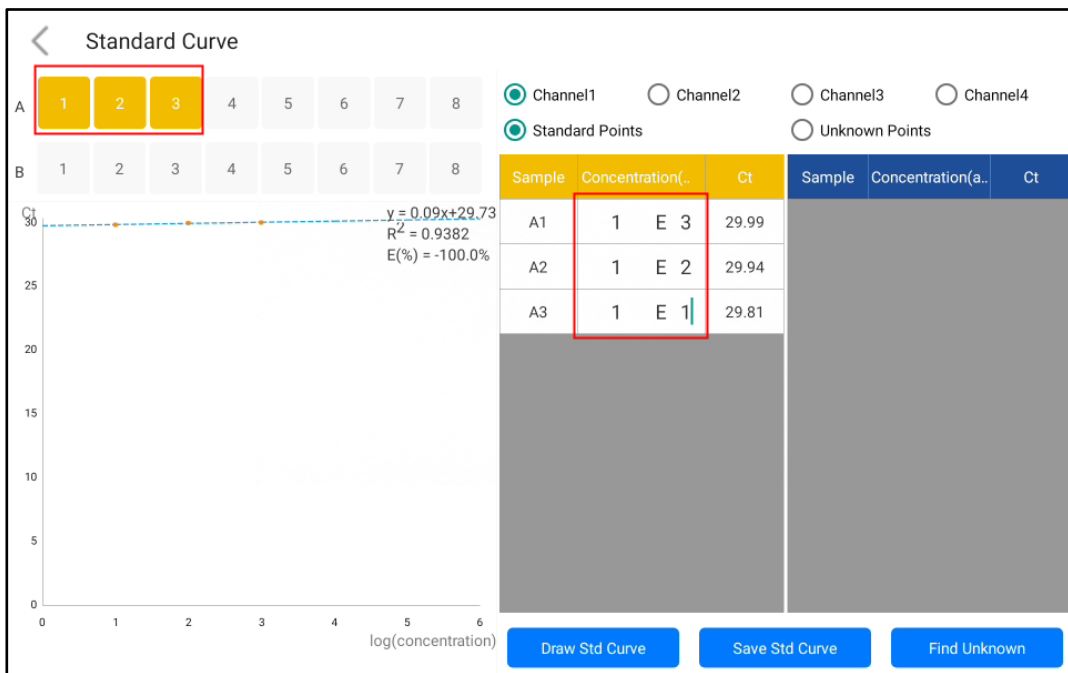

Abbildung 4-5-4 Standardkurven-Oberfläche
- a. Klicken Sie auf die Schaltfläche "Standard Curve" in der Datenoberfläche, um zur Standardkurve-Oberfläche zu gelangen (wie in Abbildung 4-5-4 dargestellt).